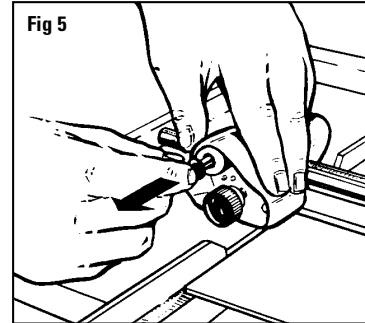

Fig 5
5. **IMPORTANTE:** al termine del taglio, accertarsi di estrarre il perno di bloccaggio per consentire al portalama di tornare alla posizione neutrale. Fig. 5
En exerçant une pression vers le bas, tirez la tête de découpe vers vous jusqu'à ce que le bord du métal près du point rouge de la plaque repère soit exactement sur la ligne inférieure tracée. Fig. 5